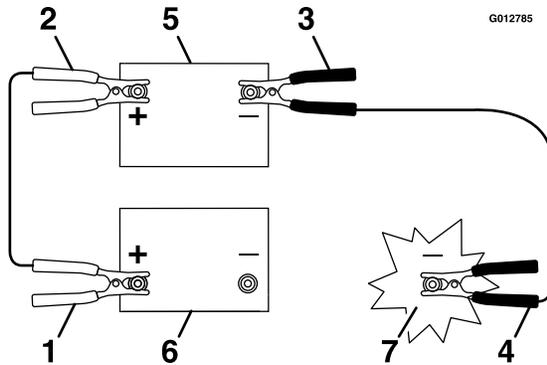

Bild 50
- Schließen Sie das Pluskabel (+) an den Pluspol (+) der entladenen Batterie an, der am Anlasser oder an der Stromspule angeschlossen ist, wie in Bild 50 dargestellt.